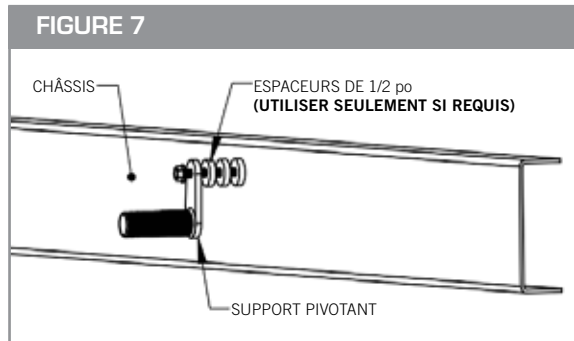

FIGURE 8
- A. Une fois les supports en place sur l'aile, serrer le boulon 5/8 x 4-1/2 po qui traverse le support pivotant (10001472) pour fixer solidement le pivot au châssis. (Voir la Figure 8)